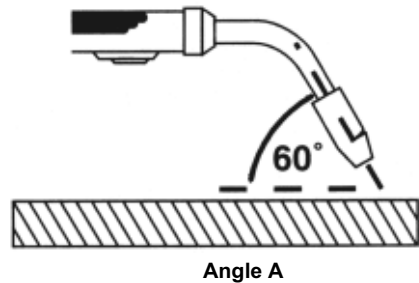

Figure 16. Position du pistolet, angle A
1. Angle A (figure 16) : il peut varier, mais en général l'angle optimal sera de 60 degrés, le point où la poignée du pistolet est parallèle à la pièce à travailler. Si l'angle A est augmenté, la pénétration augmente. Si l'angle A est diminué, la pénétration diminue.